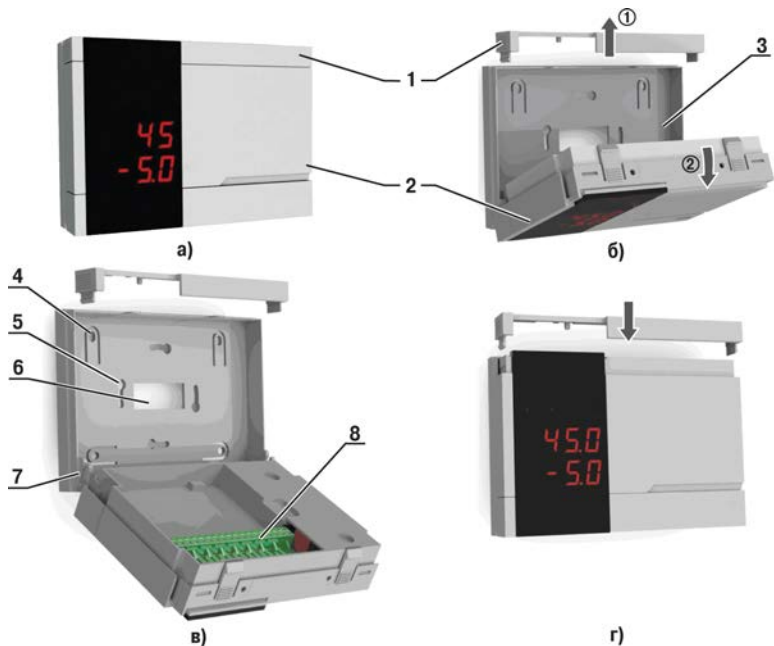

Рисунок 5.2 - Монтаж прибора настенного исполнения H2
Подготовить прибор для выполнения монтажа. Для этого необходимо снять фиксирующую планку (поз.1, рисунок 5.2б) и отсоединить электронный блок (поз.2, рисунок 5.2б) от кронштейна (поз.3, рисунок 5.2б).
- 2) Закрепить кронштейн четырьмя винтами на поверхности, предназначенной для установки прибора. На кронштейне имеется восемь отверстий двух типов: для настенного крепления (поз. 4, рисунок 5.2в) и крепления на стандартный круглый подрозетник с диаметром 60 мм (поз. 5, рисунок 5.2в). Перед закреплением кронштейна на стене необходимо предварительно пропустить кабели внешних связей через специальное отверстие для кабельного ввода (поз. 6, рисунок 5.2в).
- 3) Вставить электронный блок прибора в специальные пазы (поз. 7, рисунок 5.2в), расположенные на кронштейне;
- 4) Выполнить монтаж внешних связей. Монтаж внешних связей выполняется с помощью разъёмного соединителя (поз.8, рисунок 5.2в), расположенного на тыльной стороне электронного блока (более подробно см. п. 5.2).
- 6) Надеть фиксирующую планку (рисунок 5.2г).